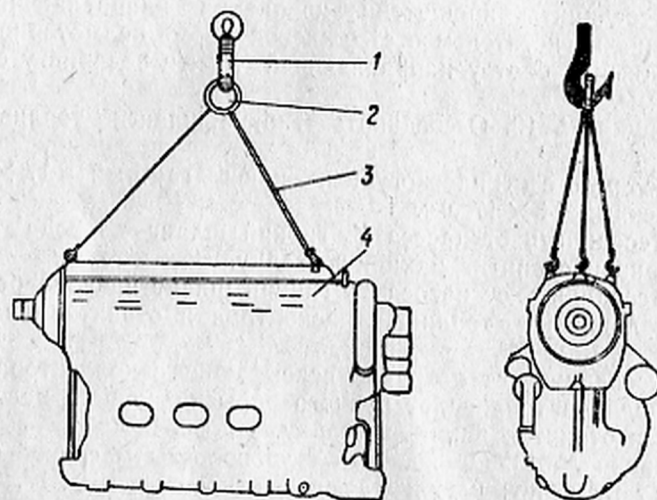

Рис. 45. Схема подвески двигателя;
2. Установить подвеску на двигатель, зацепив крюки за кольца подвески двигателя (рис. 45).